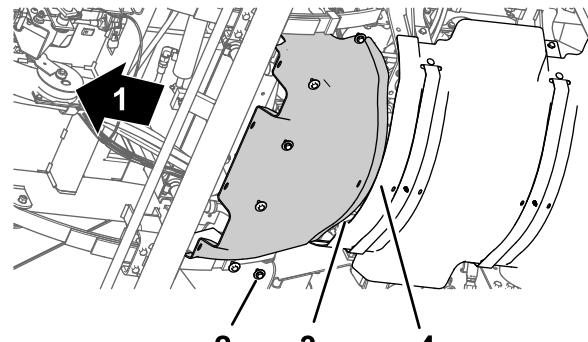

Figura 59
1. Allineate la flangia posteriore dello schermo termico anteriore sopra alla flangia anteriore dello schermo termico posteriore (Figura 59).
2. Allineate i fori sullo schermo termico anteriore con i fori filettati nello chassis (Figura 59).
3. Montate lo schermo termico anteriore alla macchina con i 6 bulloni a testa esagonale e le 6 rondelle (Figura 59) rimossi al passaggio 3 della sezione Rimozione dello schermo termico anteriore \(pagina 53\).